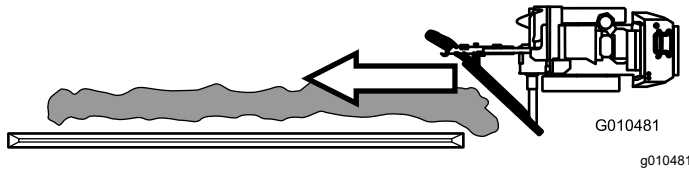

Bild 6
1. Fahren Sie den Grabenfräsen mit montiertem Planierschild an das Ende des Grabens; das Planierschild sollte direkt hinter dem Haufen ausgegrabener Erde sein, sodass das linke Ende des Planierschilds sich mit der rechten Seite des Grabens überschneidet (**Bild 6**).